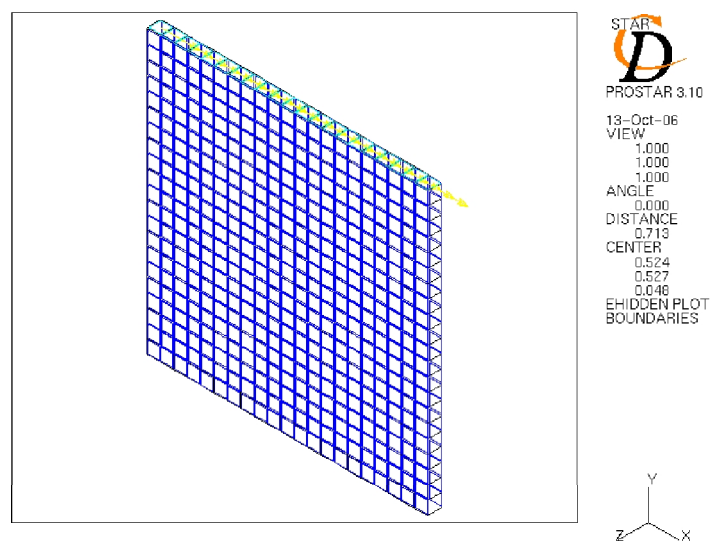

Рис. 10.5. Результат задания граничных условий модели
- Нажмите кнопку **Cell Plot** и в окне PROSTAR будет показана расчетная область с поставленными граничными условиями, приведенная на рис. 10.5.